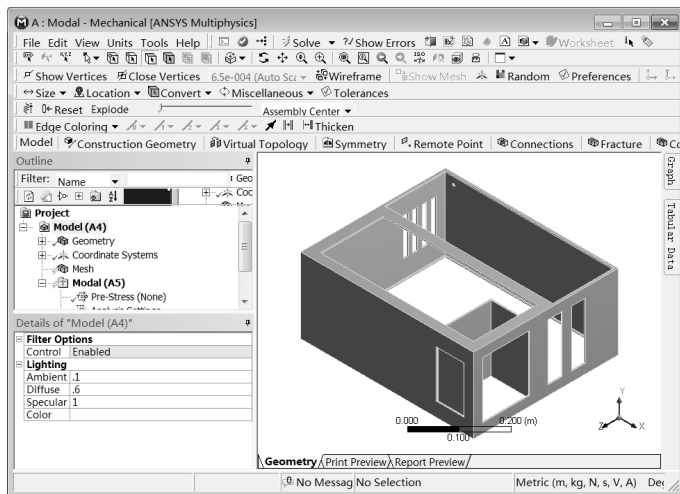

图 6-13 Mechanical 界面
Step1：双击主界面项目管理区项目 A 中的 A4 栏 Model 选项，进入如图 6-13 所示的 Mechanical 界面。在该界面下即可进行网格的划分、分析设置、结果观察等操作。